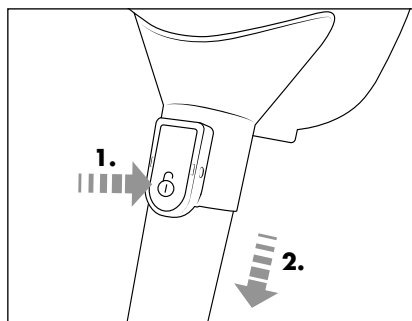

Fig. 6
- ◆ Pour détacher le tube d'aspiration télescopique **16** de l'appareil, maintenez la touche de déverrouillage **17** enfoncée. Retirez ensuite le tube d'aspiration télescopique **16** de l'orifice d'aspiration de l'appareil (voir fig. 6).